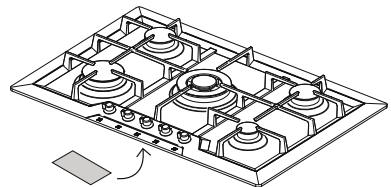

Fig. 1: posición de la placa de identificación
**La placa de identificación**, con los datos técnicos, número de matrícula y la marcación **está visiblemente ubicada debajo de la placa metálica de protección** [Fig. 1].